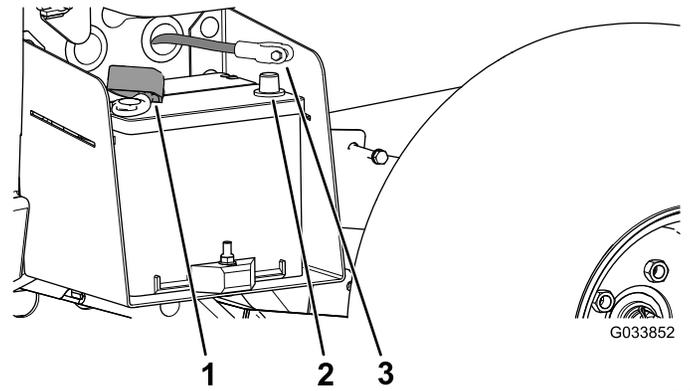

図 5
3. 赤いプラスケーブルをバッテリーのプラス端子に取り付けてボルトとナットで固定する 図 5。